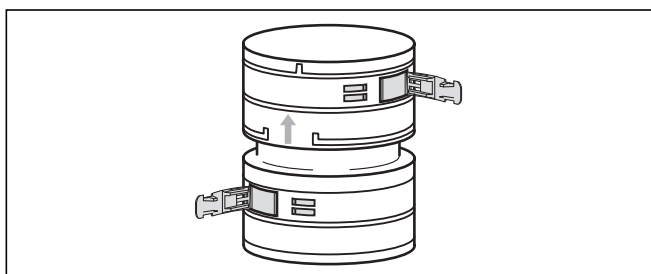
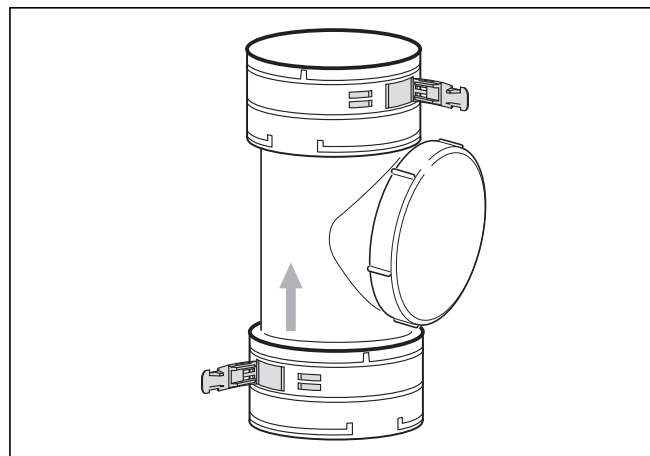

Abb. 6.65 Verbindungselement (Art.-Nr. 303 518)
Abb. 6.66 Reinigungselement (Art.-Nr. 303 517)
- Montieren Sie bei Bedarf zuerst Verbindungs- und Reinigungselemente (siehe Abb. 6.65 und 6.66).
Anstatt die Gesamtlänge der flexiblen Abgasleitung mit einem einzigen Stück zu überwinden, können Sie mehrere Teilstücke einsetzen und diese mit Verbindungselementen (Art.-Nr. 303 518, Abb. 6.65) oder einem Reinigungselement (Art.-Nr. 303 517, Abb. 6.66) verbinden.